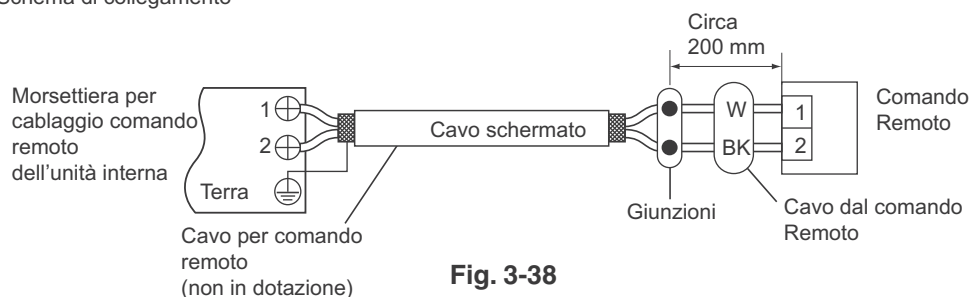

Fig. 3-38
- Usare dei cavi schermati per il cablaggio del comando remoto e mettere a terra la schermatura sui lati dell'unità interna. (Fig. 3-38) Altrimenti i rumori elettrici potrebbero impedire il corretto funzionamento.